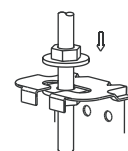

Fig.1-5
- Instale firmemente el aparato de aire acondicionado, apriete las tuercas después de haber ajustado bien la posición del cuerpo (Ver la Fig. 1-5).